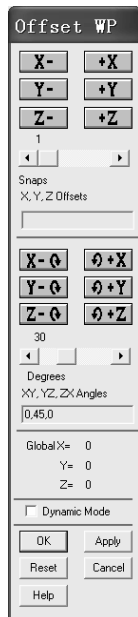

图 2-109 “Offset WP” 窗口 (2)
(4) 在重新弹出的“Offset WP”窗口中“XY, YZ, ZX Angles”下的方框中输入“0, 45, 0”(引号内的逗号为半角, 见图 2-109), 单击“OK”按钮。以上操作表示工作坐标系绕工作坐标系的 WX 轴转 45°。